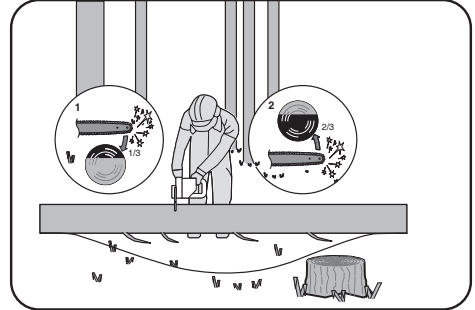

Figura 4
tal como se muestra en la figura 4, corte 1/3 del diámetro desde la parte superior (corte superior) (1). A continuación, finalice el corte cortando por la parte inferior los 2/3 restantes hasta encontrarse con el primer corte (2).